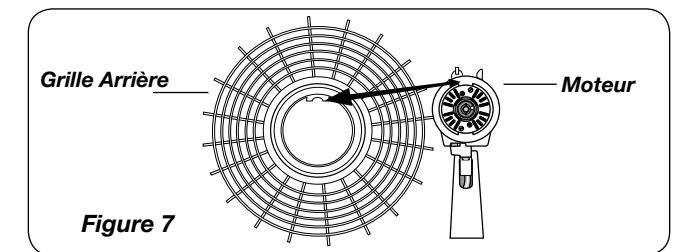

Figure 7
1. Incliner la **Tête** du ventilateur vers l'arrière. Placer la **Grille Arrière** sur le **Moteur**. (*Figure 7*)